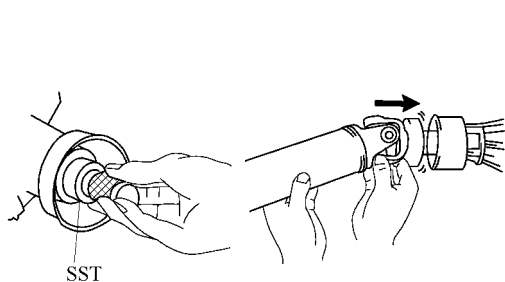

图 13-18 将万向节叉装入变速器
(1) 将万向节叉装入变速器。拆下油螺塞, 将万向节叉推入变速器, 如图 13-18 所示。
(2) 安装中间支承轴承 (三万向节式)。用两个螺栓安装中间支承轴承, 并用手旋紧。
(3) 将主动轴法兰连接到变速器结合法兰上。对齐各法兰上的配合记号, 用四个螺栓和螺母将法兰连接起来, 旋紧螺栓和螺母。